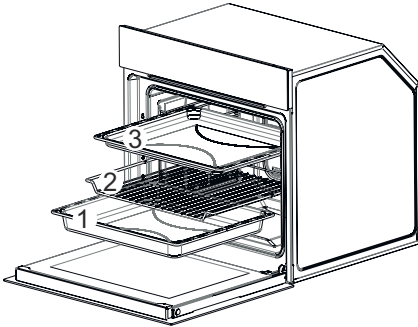

Fig. 15
- Tag bradepande, grillrist og bageplade ud (Fig. 15 / 1-2-3).